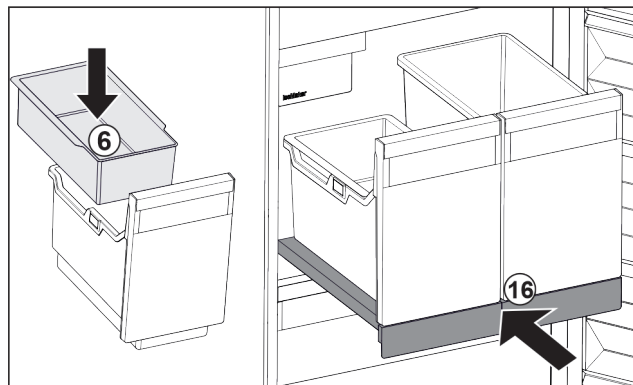

Fig. 48
- ▶ Vsaďte závěsnou misku Fig. 48 (6) pro kostky ledu.
- ▶ Zasuňte vysouvací přihrádku s nádobou (IceTower). Fig. 48 (16)